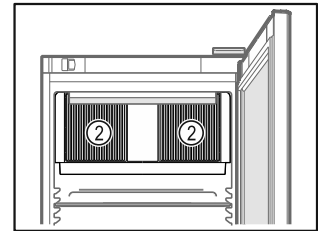

Fig. 31
- Odstąpić szczeliny wentylacyjne Fig. 31 (2) dmuchawy wewnątrz urządzenia.